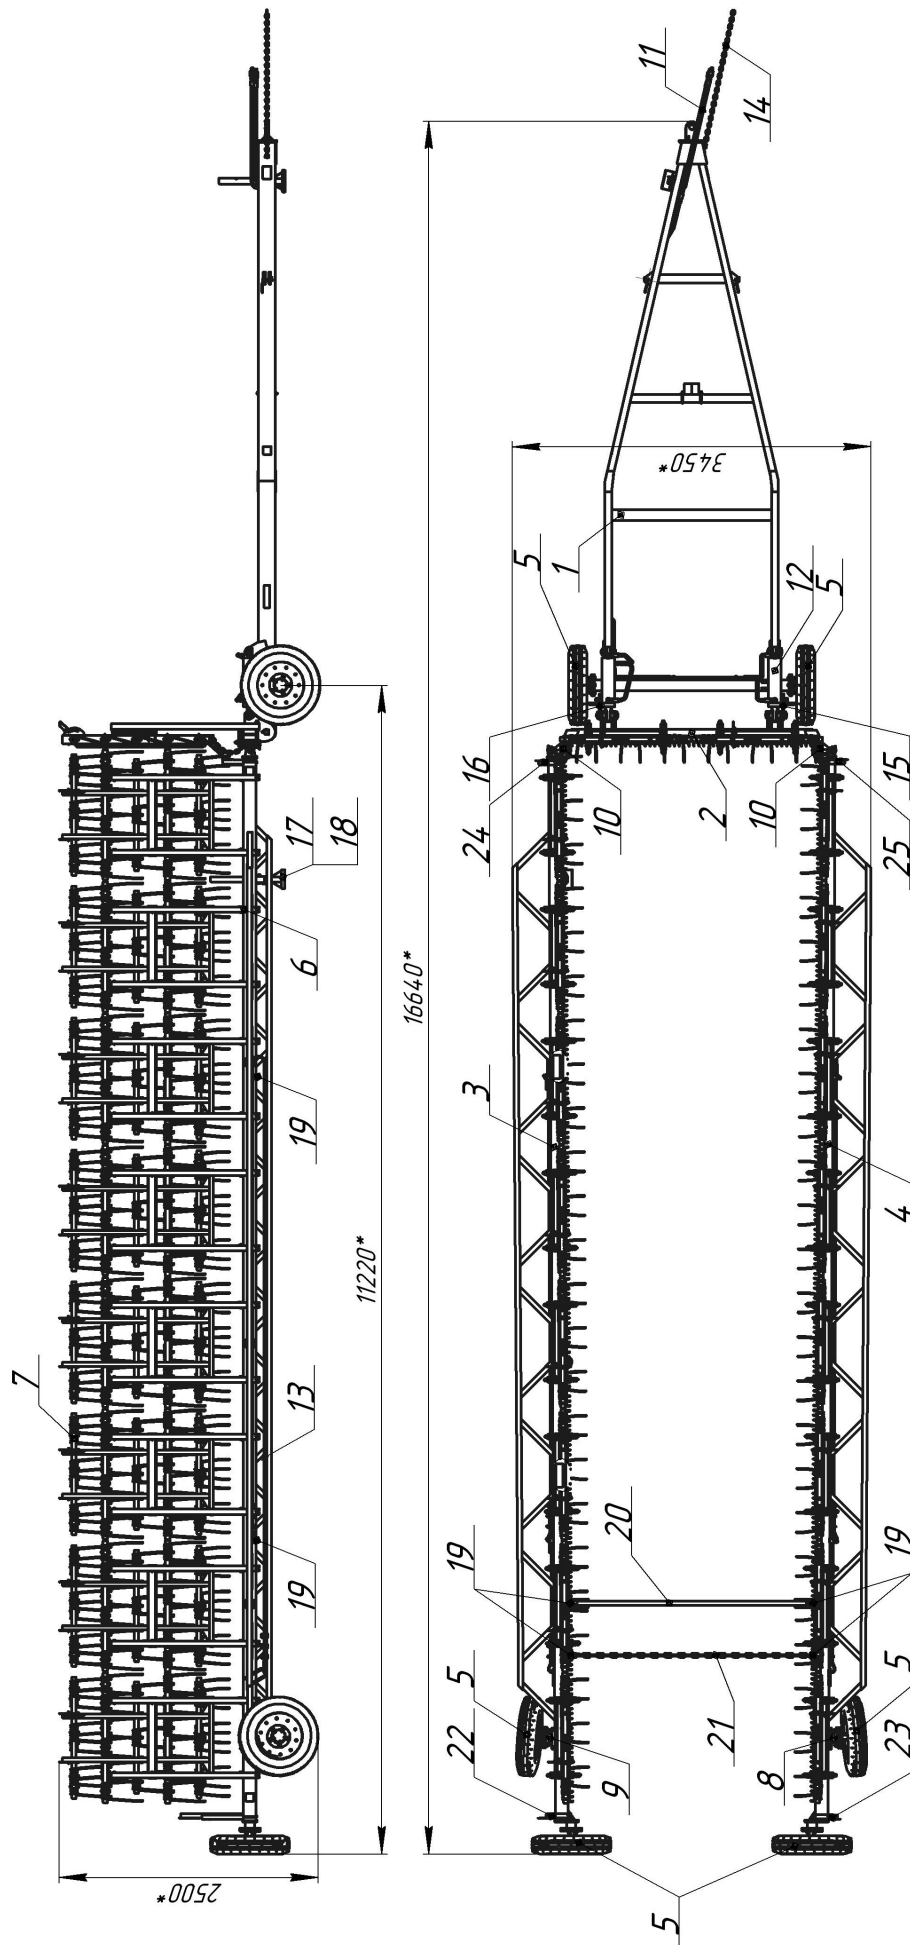

Рис.11 Транспортное положение бороны
2.3.2. В транспортном положении (рис. 11) секции подняты, свернуты вдоль продольной оси прицепного устройства и зафиксированы механическими фиксаторами гидроцилиндра.